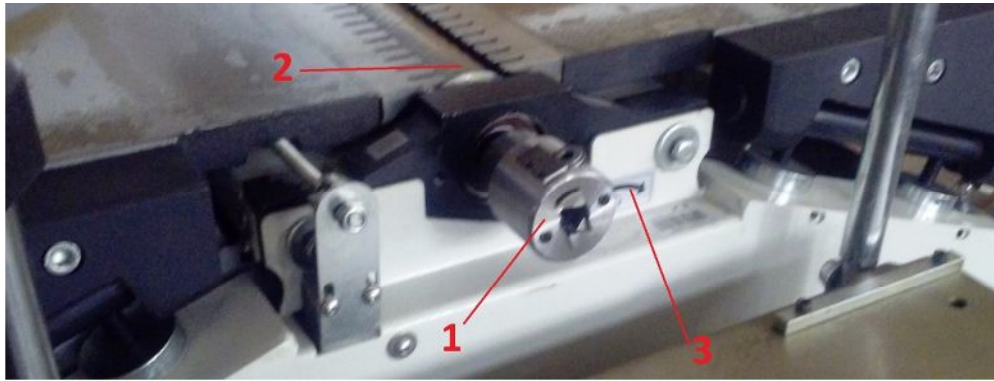

Рис. 1.6 Принципиальное устройство станка:
- универсальный патрон (поз. 1 рис. 1.6) на рабочий вал;